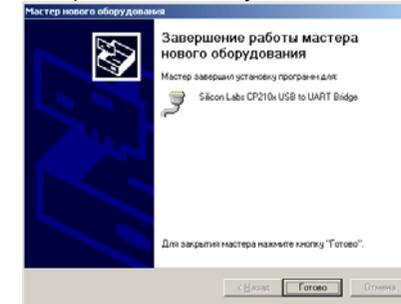

Рисунок 8.22
4) Щелкнуть по кнопке , через несколько секунд на экране появится окно (рисунок 8.22), свидетельствующее, что загрузка драйвера выполнена. Для завершения щелкнуть по кнопке .